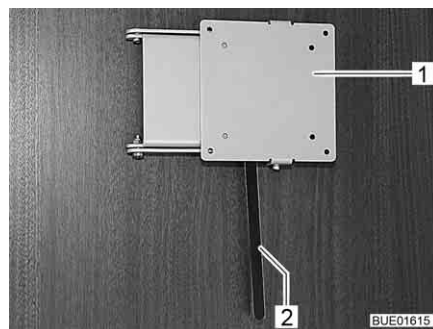

Fig. 50 Supporto con leva di sbloccaggio
- Spingere di lato la leva di sbloccaggio (Fig. 50,2) e ruotare il supporto (Fig. 50,1) con lo schermo piatto nella posizione desiderata.
- Riportare indietro lo schermo piatto finché il supporto (Fig. 50,1) non si innesta nel bloccaggio.